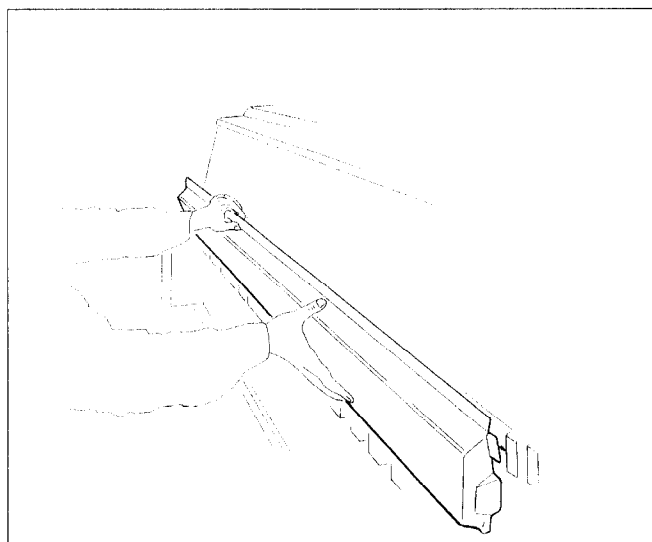

Fig. 6.6
- Retirez les augets d'étalonnage (fig. 6.6) en les tirant vers le haut et latéralement pour les dégager de leurs fixations .